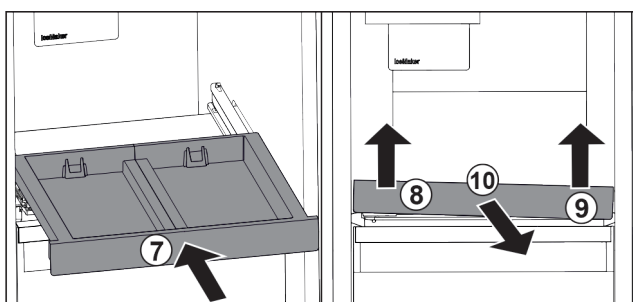

Fig. 91
- ▶ Вставьте выдвжную панель. Fig. 91 (7)
- ▶ Приподнимите выдвжную панель спереди слева. Fig. 91 (8)
- ▶ Приподнимите выдвжную панель спереди справа. Fig. 91 (9)
- ▶ Извлеките выдвжную панель движением вперед. Fig. 91 (10)